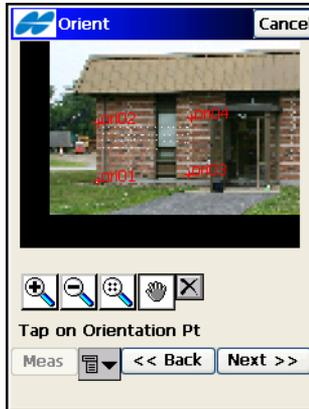

Abbildung 8-57. Abgeschlossene Scansession betrachten
- Mit **Ansicht** öffnen Sie das Fenster *Orient* (Abbildung 8-57). Hier werden das Bild, die Orientierung und die gescannten Punkte abgeschlossener Scansessions angezeigt.